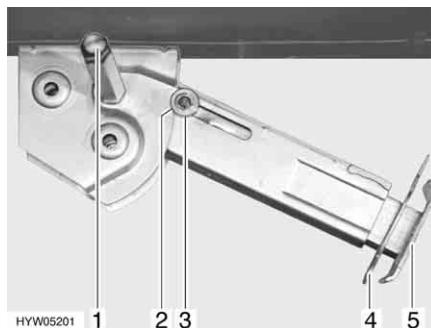

Fig. 34 Piedino di stazionamento
- Inserire la chiave a tubo nell'esagonale (Fig. 34,1) e ruotare fino a quando il piedino di stazionamento non si trova in posizione verticale verso il basso.
- Estrarre la copiglia (Fig. 34,4) dal prolungamento dell'estremità del piedino (Fig. 34,5).
- Inserire la chiave a tubo nell'esagonale (Fig. 34,1) e ruotare fino a quando il piedino di stazionamento non si stacca dal terreno.
- Spingere completamente all'interno il prolungamento dell'estremità del piedino (Fig. 34,5) e inserire la copiglia (Fig. 34,4) nel foro apposito.
- Ruotare la chiave a tubo nell'esagonale (Fig. 34,1), fino a quando il piedino di stazionamento non è sollevato verso l'alto e la guida (Fig. 34,3) è rientrata totalmente nell'intaglio (Fig. 34,2).